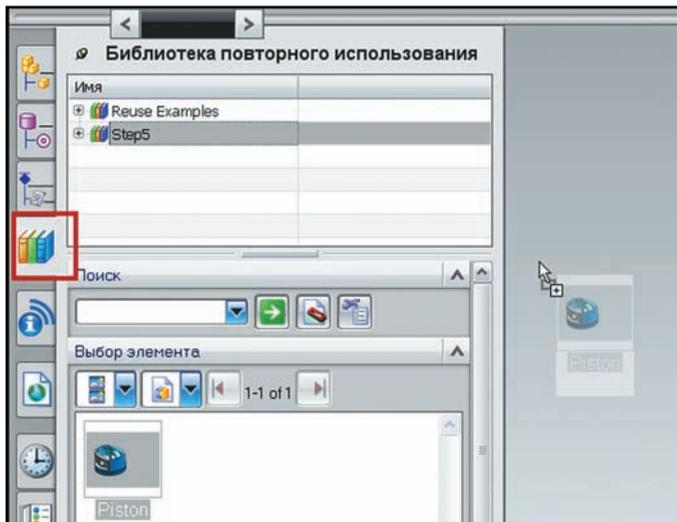

Рисунок 10.42 Вставка шаблона
- Выделите новую библиотеку, в выпадающем меню фильтрации выберите режим отображения только моделей с шаблонами PTS. Затем, выделив шаблон поршня, перетащите его в графическую зону (рис. 10.42).